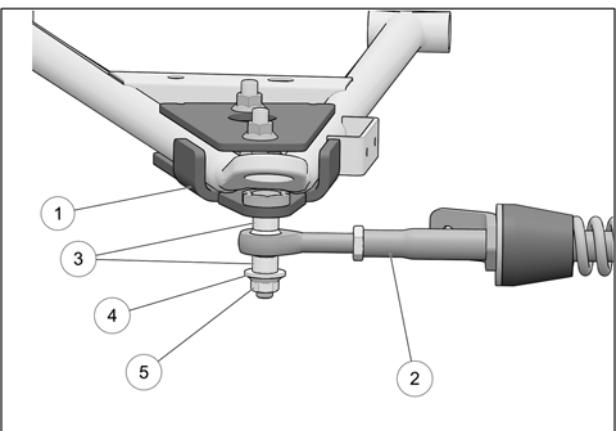

Fig. 18
9. Attach the stabilizing rod (**2**) to the anchor bracket (**1**), using the two spacer bushings (**3**), flat washer (**4**) and nut (**5**). Torque to 70 N·m [52 lb·ft]. Refer to Fig. 18
9. Fixer le bras stabilisateur (2) au boulon déjà installé sur l'ancrage de suspension (1) à l'aide des deux espacateurs (3), de la rondelle (4) et de l'érouve autobloquant (5). Serrer à un couple de 70 N·m [52 lb·pi]. Voir la Fig. 18